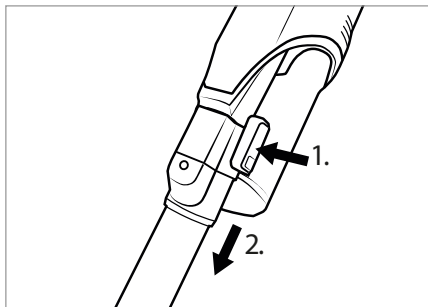

Fig. 11
- ♦ Para desmontar el tubo de aspiración 23 del aparato, mantenga pulsado el botón de desencastre del tubo de aspiración 24 y tire del tubo de aspiración 23 para extraerlo del orificio de aspiración del aparato (consulte la fig. 11).